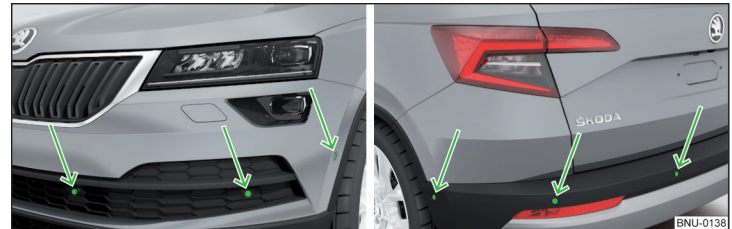

Fig. 257 Lugar de instalación de los sensores del lado izquierdo del vehículo: delantero / trasero
- Mantener los sensores del sistema » fig. 257 de la pág. 229 limpios, libres de nieve y hielo, y no cubrirlos con ningunos objetos, de lo contrario puede estar limitado la función del sistema.
El sistema calcula la distancia entre el parachoques y un obstáculo mediante ondas ultrasónicas. Los sensores ultrasónicos se encuentran según el equipamiento del vehículo en el parachoques trasero o también en el delantero » fig. 257.